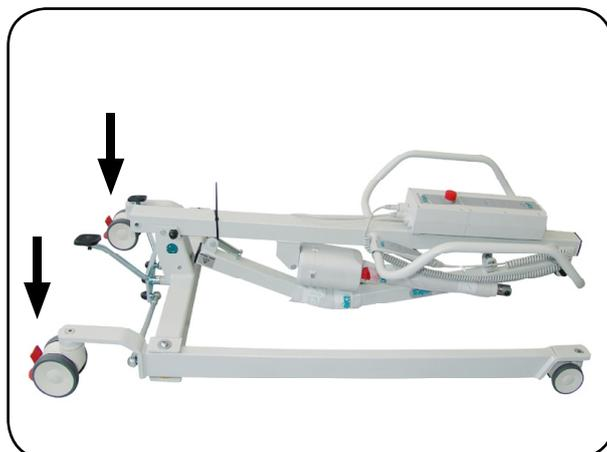

Abb. 6.1.03 - Fahrgestell
2. Stellen Sie das Fahrgestell mit den Laufrollen auf den Boden (Abbildung 6.1.03).
3. Bremsen Sie die zwei hinteren Laufrollen an der Bedienerseite, durch Betätigung des Tritthebels (Abbildung 6.1.03); siehe Kapitel Bedienung Abschnitt **Laufrollen**.
15. Lösen Sie die Bremsen der hinteren Laufrollen durch Betätigung des Tritthebels (Abbildung 6.1.03); siehe Kapitel Bedienung Abschnitt **Laufrollen**.